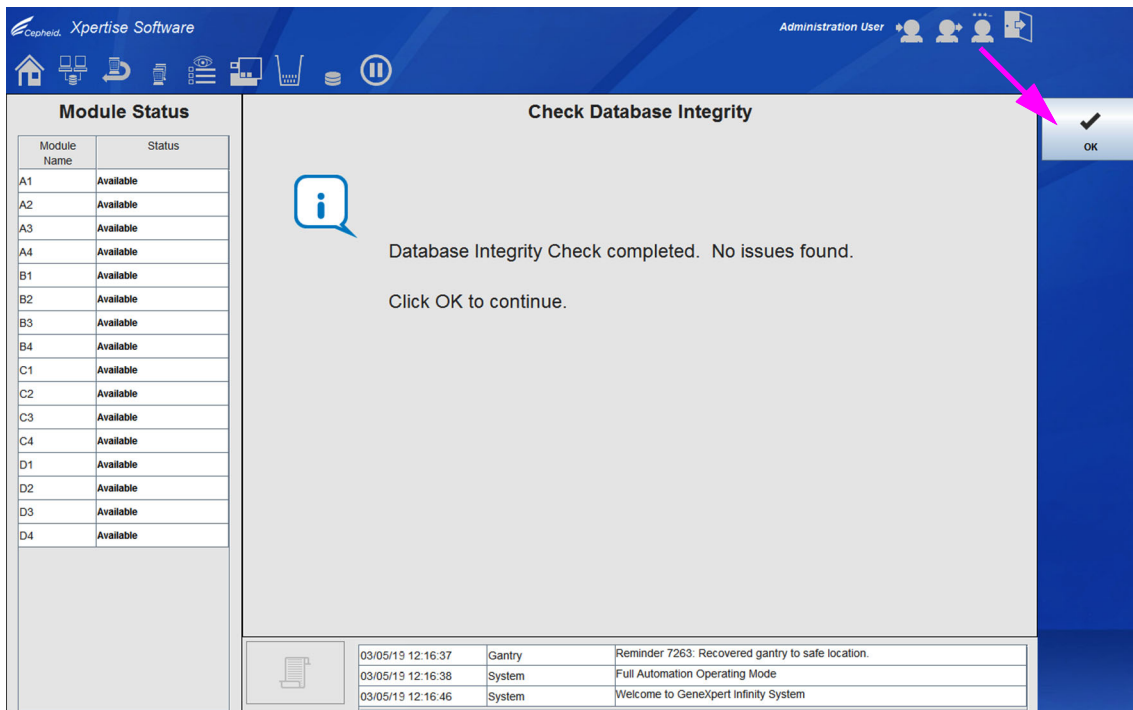

Figura 5-162. Confirmação da conclusão da Área de trabalho Database Integrity Check (Verificação da integridade da base de dados)
4. Se forem encontrados erros, selecione o botão **PROCEED (PROSSEGUIR)** para reparar a base de dados. Depois da conclusão da verificação da integridade da base de dados, a área de trabalho Database Integrity Check (Verificação da integridade da base de dados) vai indicar que a verificação da integridade foi concluída. Ver Figura 5-162.
5. Selecione o botão **OK**. Ver Figura 5-162.